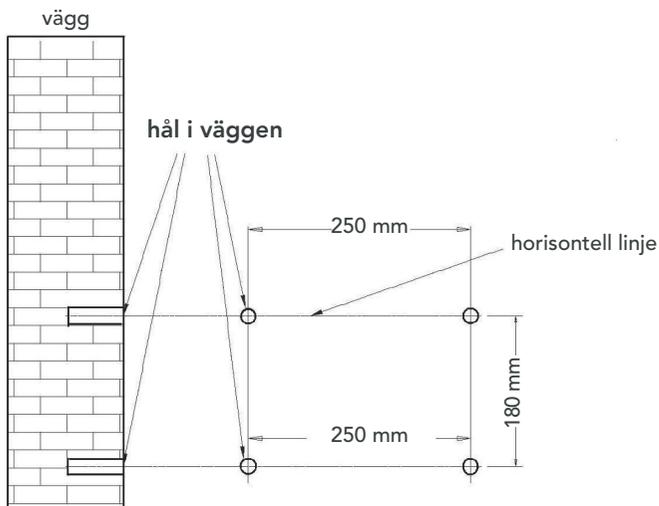

Fig. 4
- 3 Borra 4 hål i väggen som stämmer med fästets monteringshål, gör hålen i rätt diameter för att passa plastpluggarna (medföljer i separat plastpåse) och hålens djup ska stämma med plastpluggens längd, Fig. 4